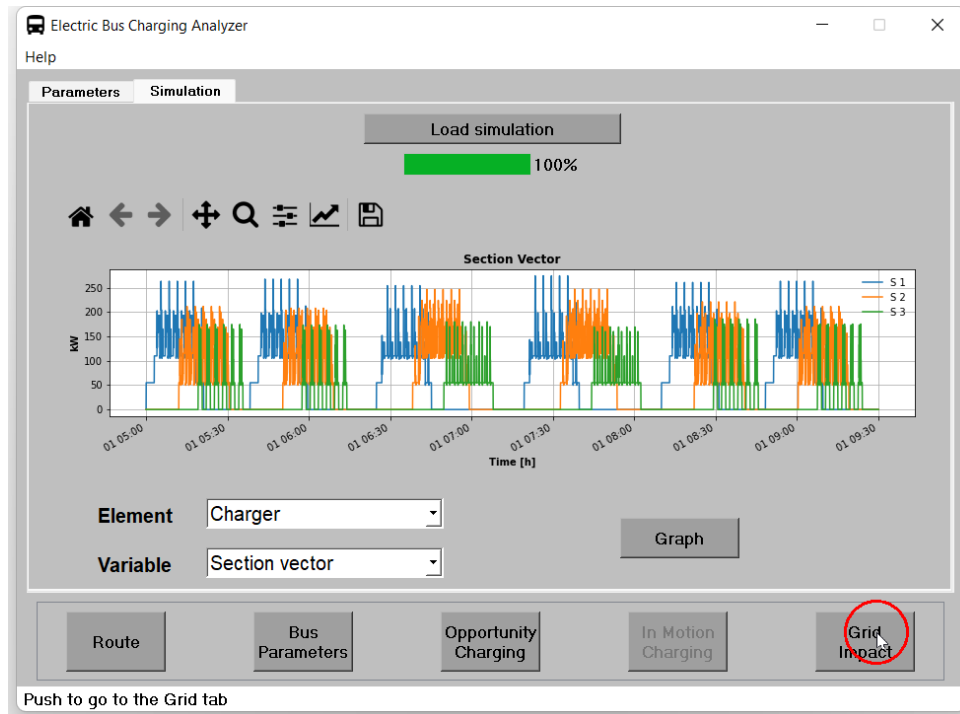

Figura 43: Cambiar de ventana.
7. Finalmente, después se puede pasar a ventana de carga en movimiento presionando el botón **In Motion Charging** como se muestra en la figura 43.